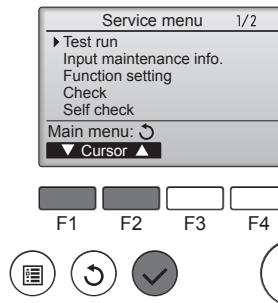

Fig. 8-1
- ① Odaberite „Test run“ (Probni rad) iz izbornika Servis, a zatim pritisnite gumb [ODABERI]. (Fig. 8-1)